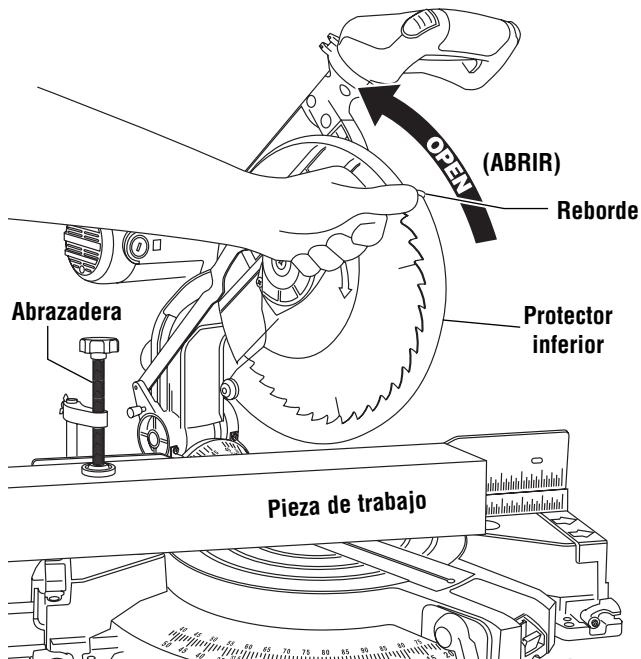

Figura 2. Subida del protector inferior
- La pieza de trabajo debe sujetarse firmemente con abrazaderas. Esto deja libre una mano para subir el protector por el reborde justo lo suficiente para que no toque la pieza de trabajo (Figura 2).
Extensiones de la base deslizantes – Estas extensiones proporcionan soporte adicional a la pieza de trabajo y son sumamente útiles cuando se cortan piezas largas. Para posicionar las extensiones sólo suelte las palancas de sujeción de las extensiones de la base, ajuste las extensiones y vuelva a fijar las palancas (Figura 2).